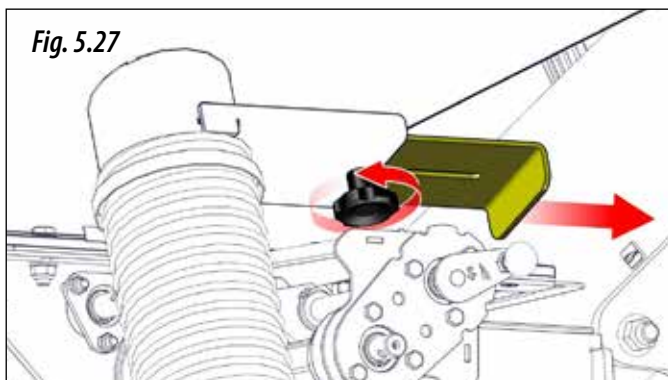

Fig. 5.27
- 2- Acționați asupra duzelor de golire. Pentru aceasta, desfaceți șurubul și trageți placa, apoi buncărul sau, în funcție de modelul utilajului, spațiul corespunzător al buncărului, va începe să se golească. (Fig. 5.27).